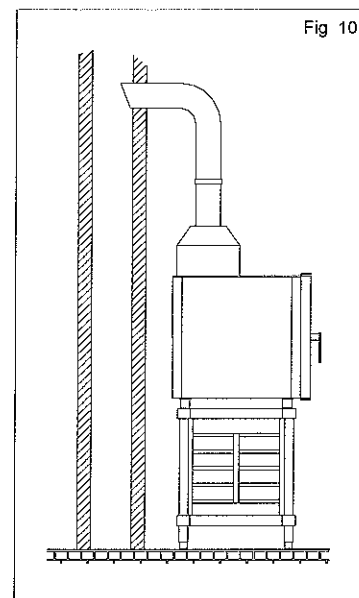

Fig 10
- a uma conduta natural como um tubo de chaminé de tiragem natural de eficiência segura para evacuar os produtos da combustão directamente ao exterior (Fig 10). O prosseguimento acontece para o exterior ou numa chaminé através de uma conduta apropriada resistente a uma temperatura de 300°C. Tal intervenção deve garantir que a evacuação dos fumos não aconteça dificultada por obstruções e/ou pelo excessivo comprimento do tubo de descarga (comprimento máximo 3m).